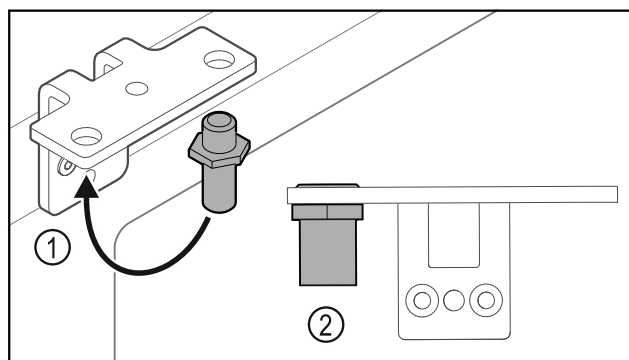

Fig. 36
- Prestavite sornik v kotniku tečajev vrat Fig. 36 (1).
- Sornike Fig. 36 (2) zategnite z **zateznim momentom 12 Nm**.